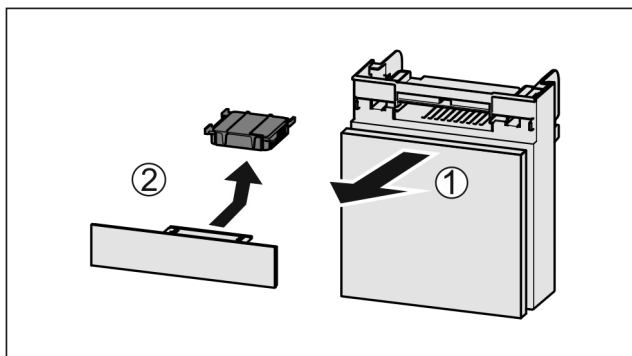

Fig. 59
- ▶ Træk rummet fremad Fig. 59 (1).
- ▶ Tag aktivkulfilteret Fig. 59 (2) ud.